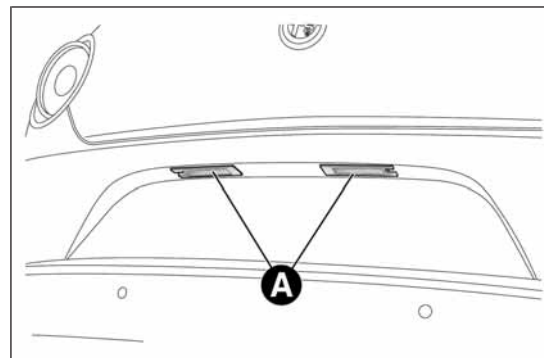

РИС. 140
- снимите узел фонаря подсветки номерного знака А РИС. 140;